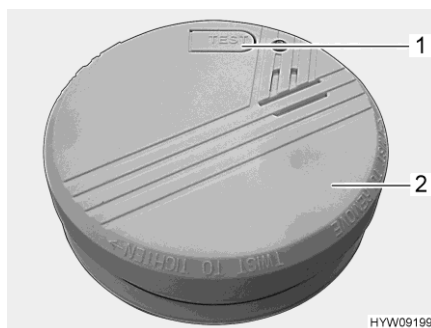

Fig. 146 Rivelatore di fumo
- Ruotare in senso antiorario il rivelatore di fumo (Fig. 146,2) finché non si stacca dal supporto.
- Eseguire un test del rivelatore di fumo. Premere il tasto di controllo (Fig. 146,1). Si deve udire il segnale acustico di allarme.